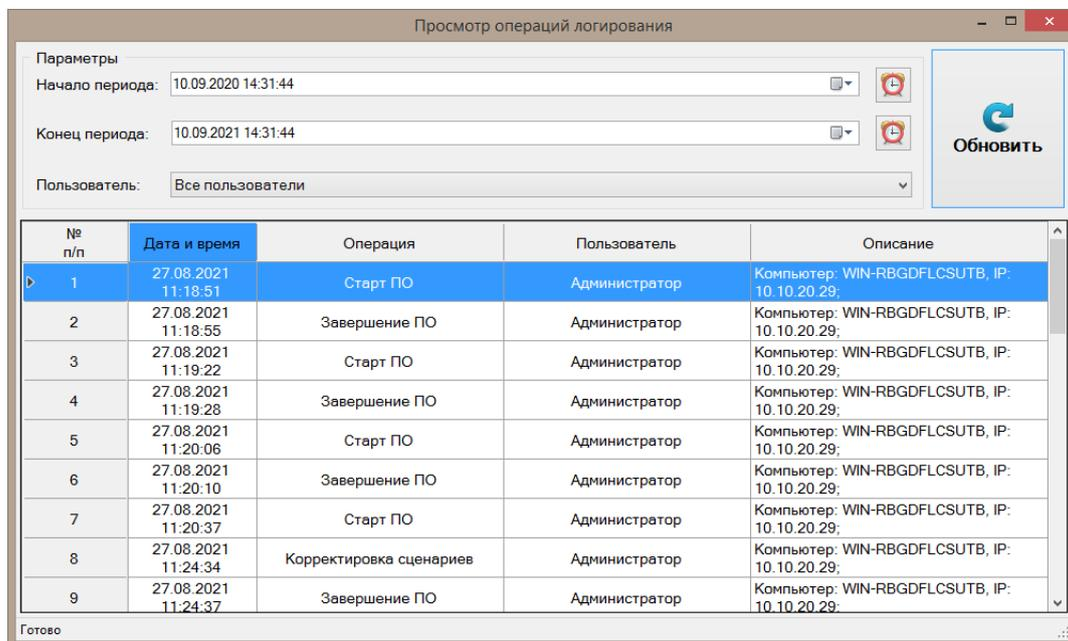

Рисунок 13 – Просмотр операций логирования
5. «Журнал действий пользователей» - отображение действий выполненных пользователем в ПО (рис. 13);